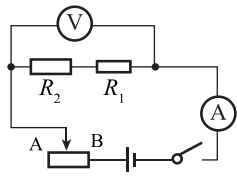
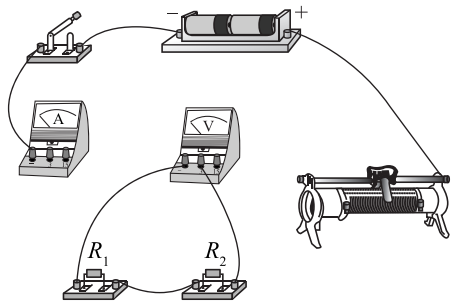

图 1-11 电路图
图 1-12 实物图
2. 如图 1-11 所示，已知电源 $U=12V$ ，滑动变阻器 ($R=60\Omega$, $0.8A$) $R_1=10\Omega$, $R_2=20\Omega$ ，完成串联电阻的总电阻与各分电阻之间的关系的实验，按要求回答下列问题。
- (1) 根据图 1-11 的电路图用笔补画出图 1-12 实物图相应部分的导线连接。
- (2) 根据电路图分析，在闭合开关时，滑动变阻器的滑片应滑到_____（A 或 B）端。
- (3) 根据表 1-5 测量数据分析，可以得出的结论是：_____